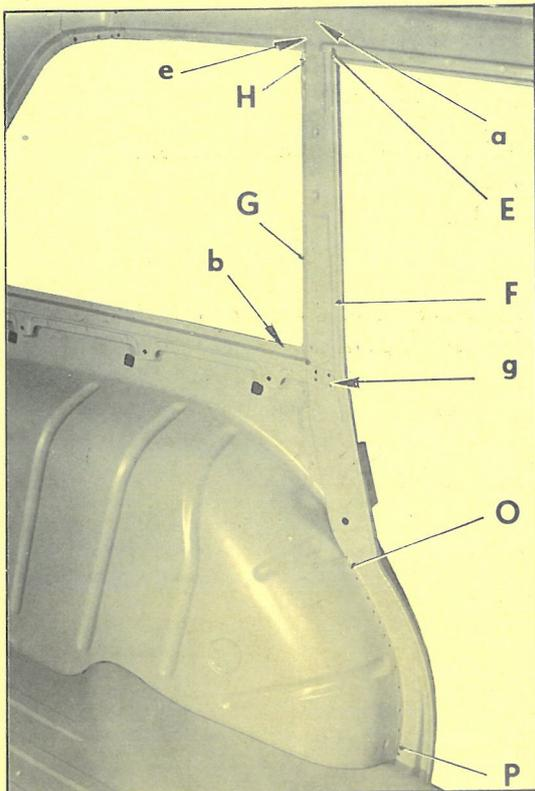

Fig. 3
- en EF (fig. 3)
- en GH (fig. 3)
- en a (fig. 3) (deux points)
- en b (fig. 3) (deux points)
- en OP (fig. 3)
- en e (fig. 3)
Souder par quatre points en g (fig. 3)
en OP (fig. 3)
en b (fig. 3)